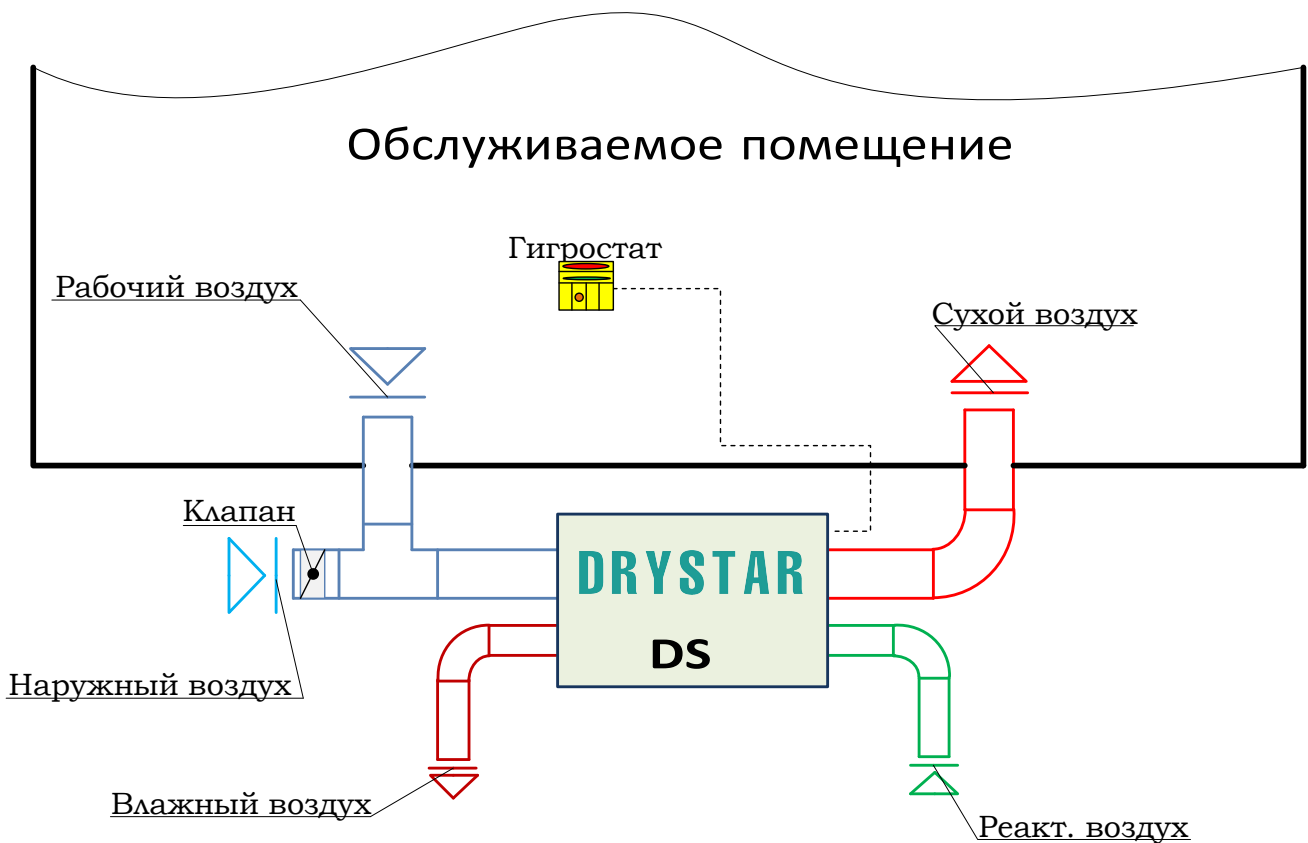

Рисунок 4.6 – Работа осушителя по «закрытой» схеме с подмесом свежего воздуха
- ✓ работа осушителя по «закрытой» схеме с подмесом наружного воздуха (наружное исполнение) – см. рисунок 4.6;